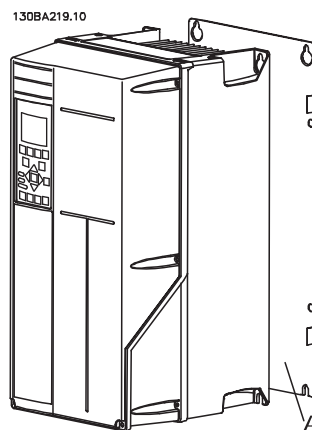
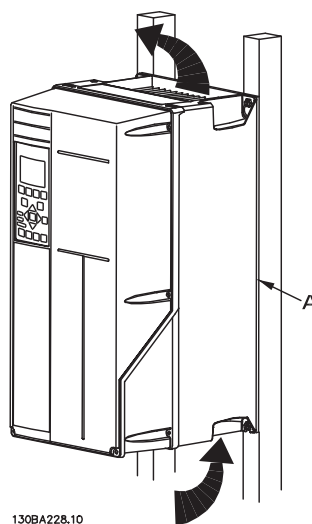

Ilustración 3.2 Montaje correcto con placa posterior
Ilustración 3.3 Montaje correcto con raíles
- Monte la unidad sobre una superficie plana y sólida o sobre la placa posterior opcional para suministrar un flujo de aire de refrigeración (véase la *Ilustración 3.2* y la *Ilustración 3.3*).